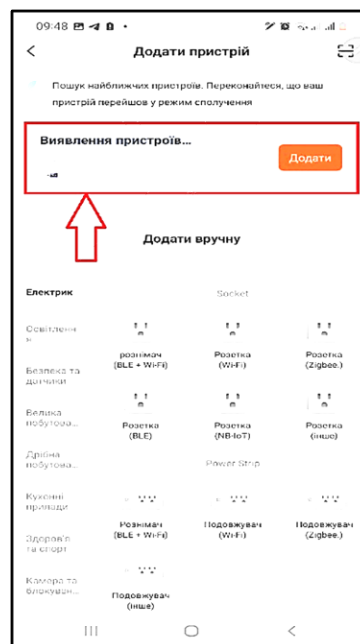

Рисунок 26
8.5. Повернутися на головну сторінку додатку (рис.26).